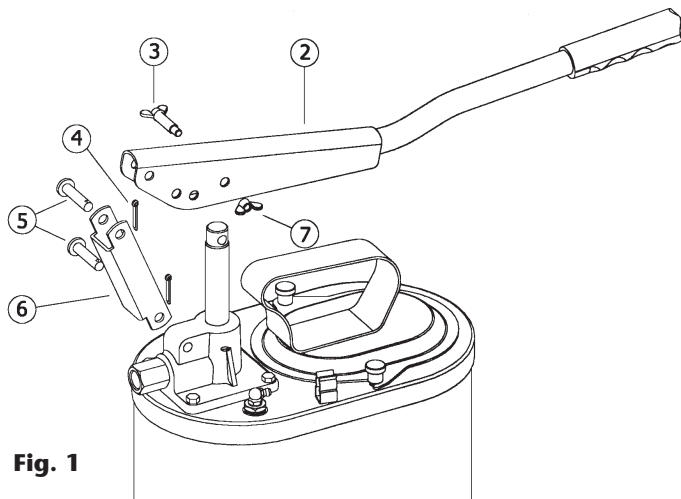

Fig. 1
1. Handgriff (2) und Gelenk (6) montieren, wie im Bild 1 gezeigt.
2. Gelenk (6) am Pumpenkörper mit den Bolzen (5) fixieren und mit den Splints (4) sichern.
3. Hebel (2) an einem der drei Löcher im Hebel mit dem Bolzen (3) und der Flügel-mutter (7) am Kolben anbringen.
4. Das Gelenk (6) mit den anderen Bolzen (5) und Splints (4) am Hebel (2) befestigen.